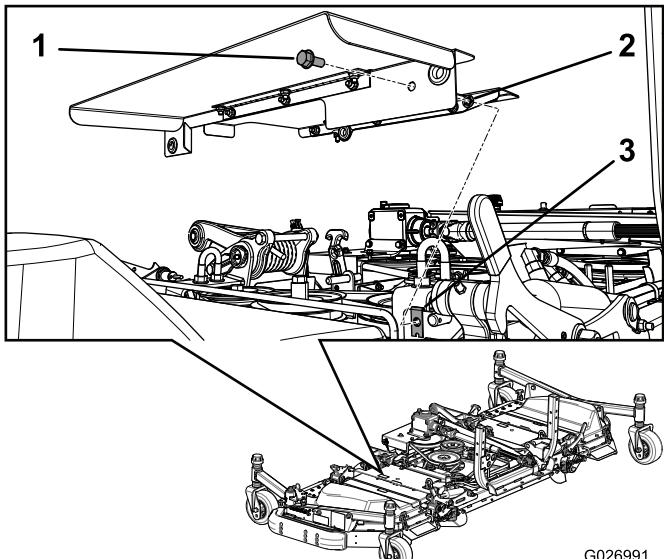

Figura 20
5. Instale um parafuso e uma porca no resguardo (Figura 20).
| 6. Instale as coberturas combinadas na plataforma (Figura 20). | |